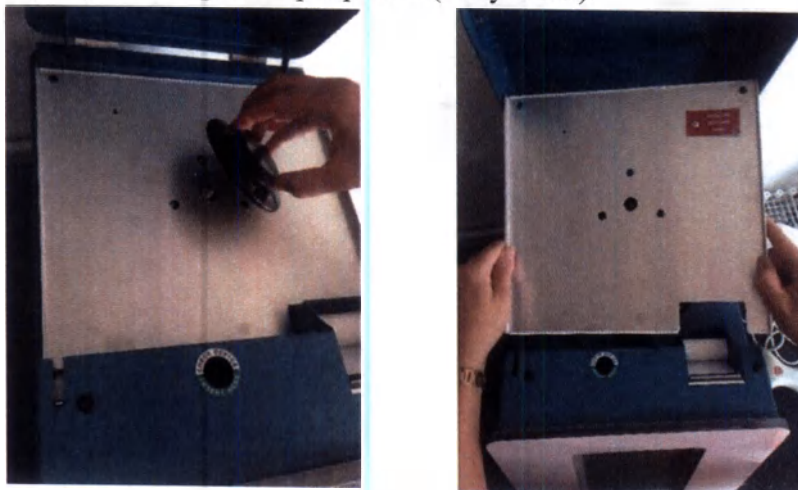

Рисунок 9. Удаление стабилизирующей пластины
2. Откройте крышку, отвинтите центральную кнопку и удалите стабилизирующую пластину, используемую для транспортировки (Рисунок 9).